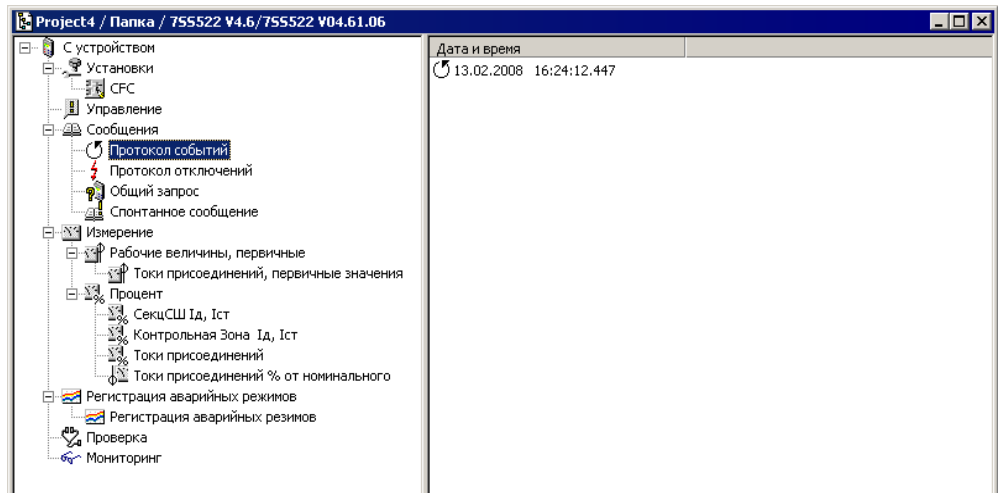

рис. 6-2 Окно рабочих сообщений в DIGSI – пример
□ Щелкните мышью по объекту **Протокол событий**. В правой части окна в окне данных появляется список (рис. 6-2, стр. 231).